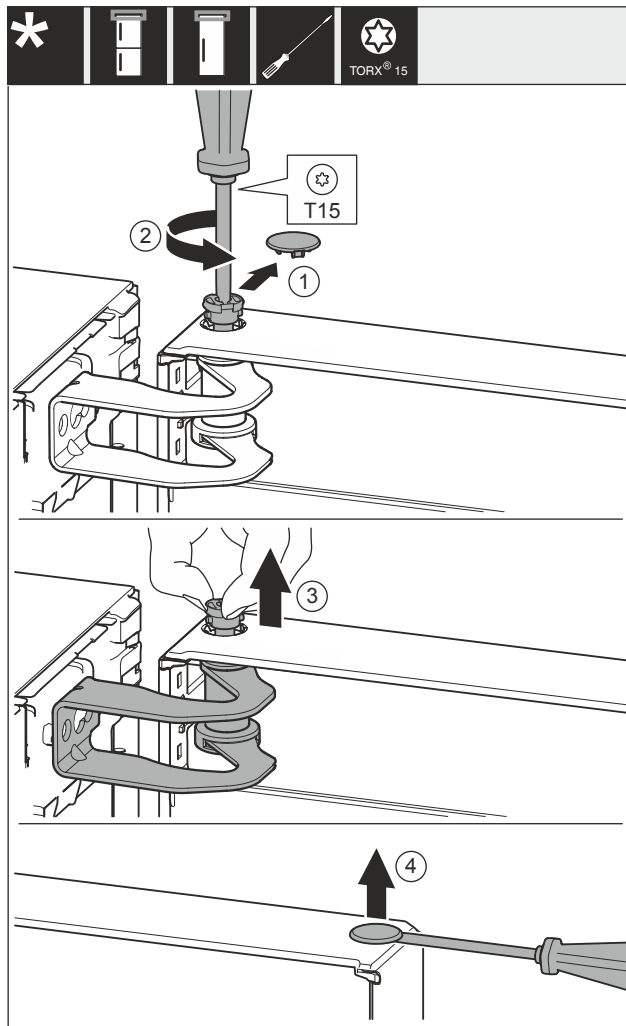

Fig. 10
- Afdekking Fig. 10 (1) voorzichtig wegnemen.
- Bouten Fig. 10 (2) met een schroevendraaier iets losdraaien.
- Bouten Fig. 10 (3) met de vingers er uit trekken.
- Afdekking Fig. 10 (4) voorzichtig met een schroevendraaier optillen en verwijderen.